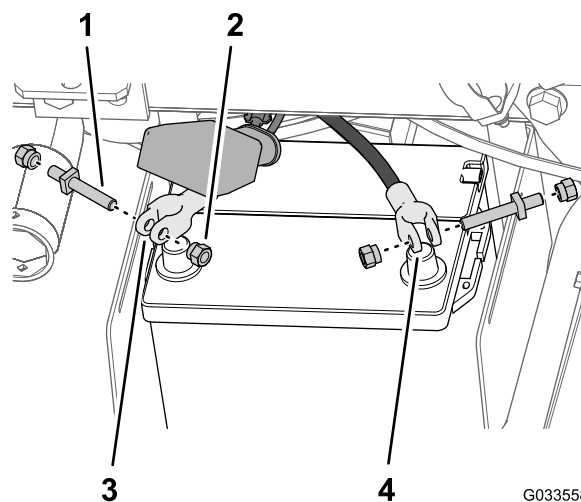

Рисунок 30
5. Установите, не затягивая, болты клемм и зажимные гайки на зажимы положительного и отрицательного кабелей аккумуляторной батареи (Рисунок 30).